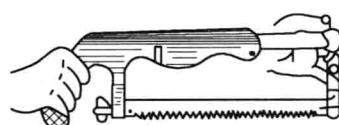

图 2-6 手锯的握法
1) 锯削的姿势 锯削时的站立姿势与锉削姿势相似。右手握柄，左手扶弓，如图 2-6 所示。推力和压力大小主要由右手掌握，左手压力不要过大，否则易引起锯条折断。锯削姿势有两种，一种是直线往复运动，适用于锯薄形工件及直槽；另一种是摆动式，锯削时，摆动要适度。推进时，左手微上翘，右手下压；回程时，右手略微朝上，左手回复。这样不易疲劳，且效率高。